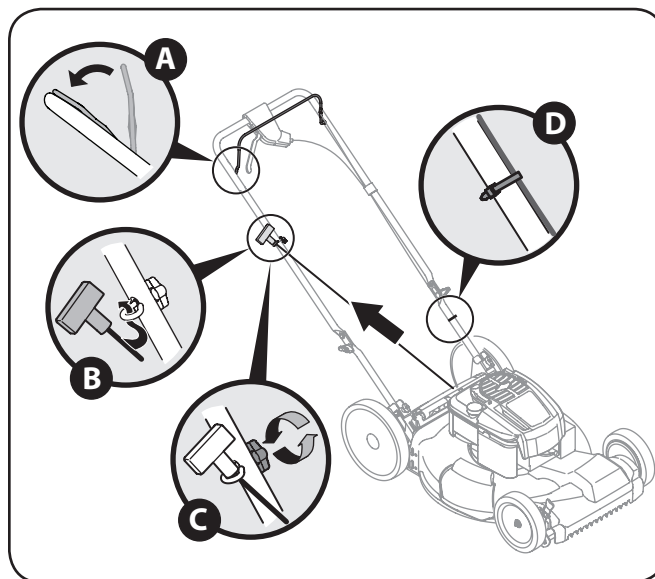

Figure 3-6
4. La guía de la cuerda está unida al costado derecho de la manija superior. Afloje la tuerca de mariposa que sujeta la guía de la cuerda, Figure 3-6.
- b. Lentamente tirar de la cuerda que la manilla del motor y deslizar la cuerda de arranque en la guía de la cuerda. Vea Figure 3-6.